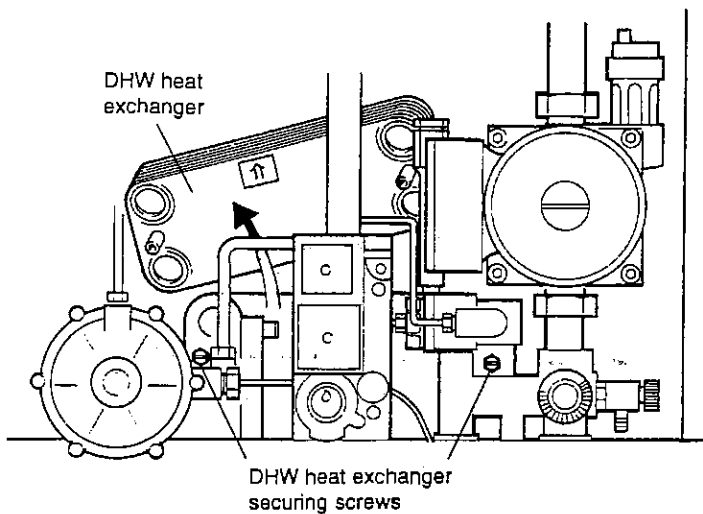

Fig. 31
8.28 DHW HEAT EXCHANGER - Fig. 31
8.30 DRAIN TAP - Fig. 31